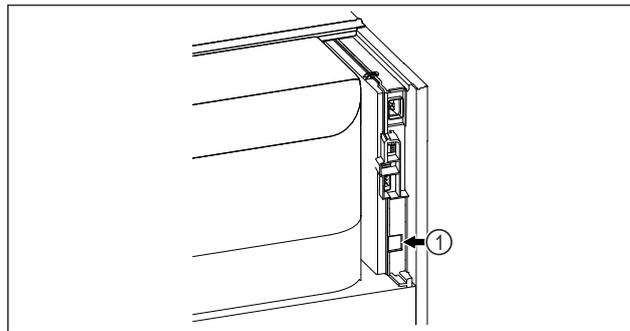

Fig. 183
- SmartModule Fig. 183 (1) è inserito.